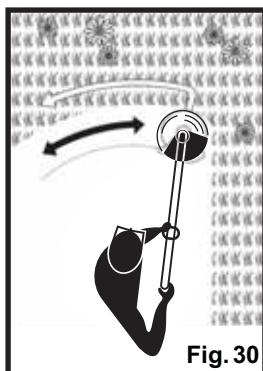

Fig. 30
- Trabaje con un ritmo constante. Manténgase firme con los pies separados. Corte de derecha a izquierda de manera que los recortes salgan despedidos hacia fuera del área de trabajo (fig. 30).